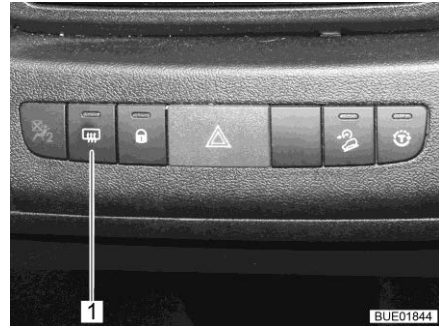

Bild 35 Schalter Außenspiegelheizung
- Den Schalter (Bild 35,1) am Armaturenbrett drücken. Die Kontroll-Leuchte im Schalter zeigt den Betrieb an.